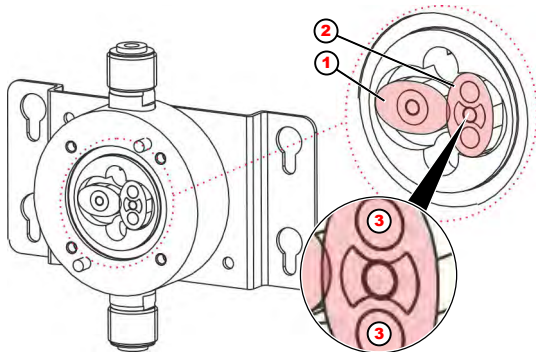

Fig. 6 : Compteur à roues ovales
Les roues ovales doivent être insérées de telle sorte qu'elles soient décalées exactement de 90° l'une par rapport à l'autre (Fig. 6 , pos. 1 + pos. 2) .
1. ➤ Monter les roues ovales après le nettoyage / remplacement décalées de 90° l'une par rapport à l'autre (Fig. 6 , pos. 1 + pos. 2) .
La roue ovale avec les aimants soudés (Fig. 6 , pos. 2) doit être placée sous le capteur dans le couvercle.